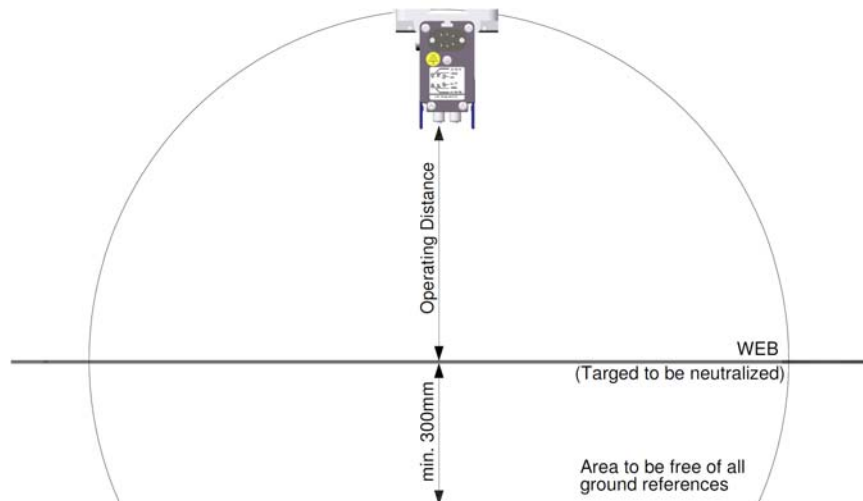

Abbildung 1
- Um ein optimales Ergebnis zu erzielen, muss der Ionenstrühstab wie in Abbildung 1 dargestellt montiert werden.
- Montieren Sie den Ionensprühstab mit den Emittieren in Richtung auf das zu entladende Material. Verwenden Sie hierzu die mitgelieferten Montagemittel, siehe Abb. 1 und 3.